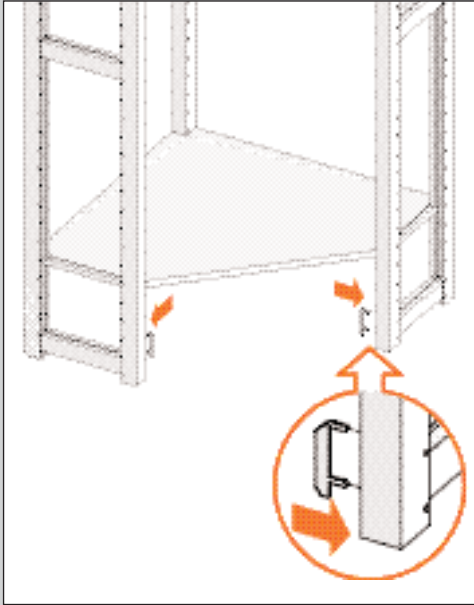

ABBILDUNG 48
3. Setzen Sie zwei Leistenhalterungen vom Typ A in die unteren beiden Löcher des Ständers ein (siehe Abb. 48).